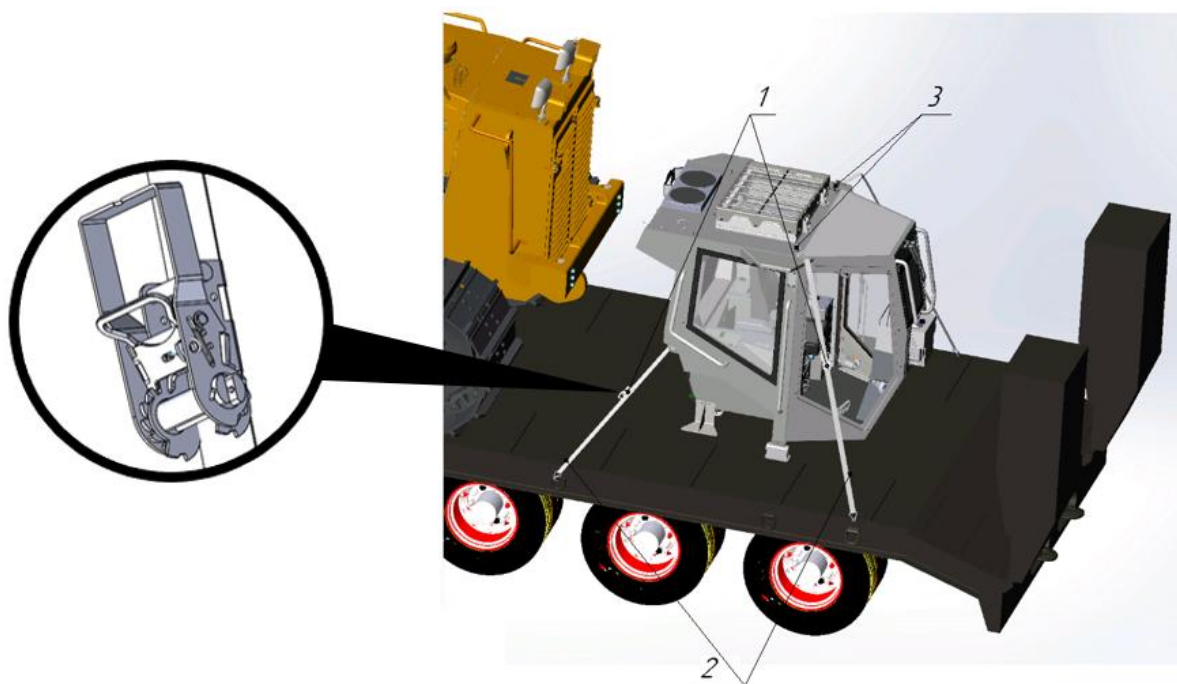

Рисунок 13. Схема закрепления кабины на грузовой платформе
- ▶ При помощи стяжных ремней с храповым механизмом, рым-гаек/болтов и проушин закрепить кабину на грузовой платформе полуприцепа, см рис. 13.